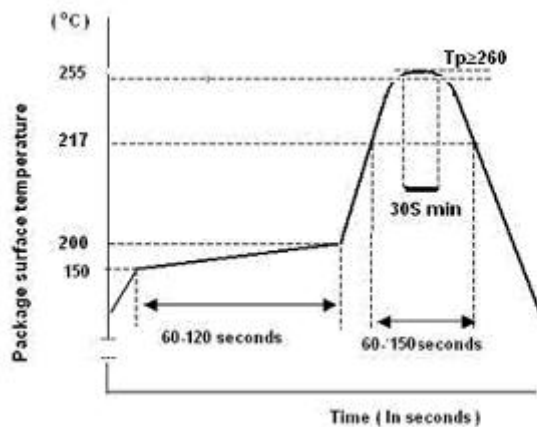

图 6-2 炉温曲线图
1. CI1332 采用无铅环保材料制造，SMT 焊接时请按照无铅标准设置炉温和时间参数, 如图 6-2。